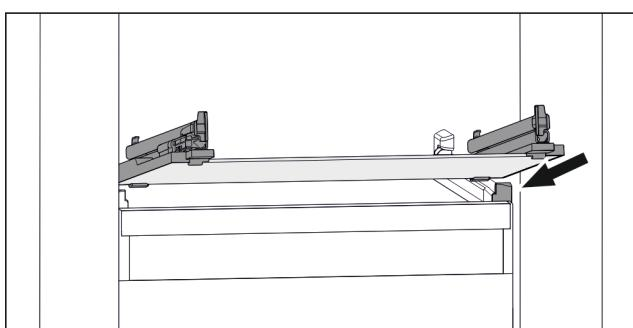

Fig. 66 Reprezentare exemplificativă a plăcii de sticlă
- Așezați placă de sticlă oblic în spatele opritoarelor. (vezi Fig. 66)